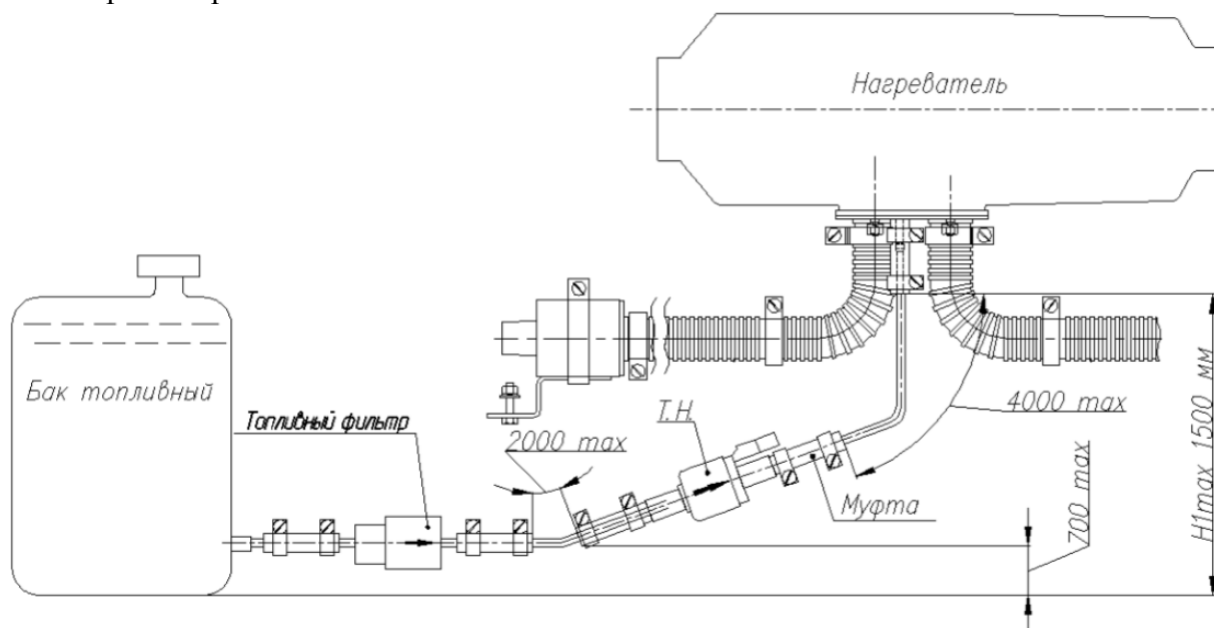
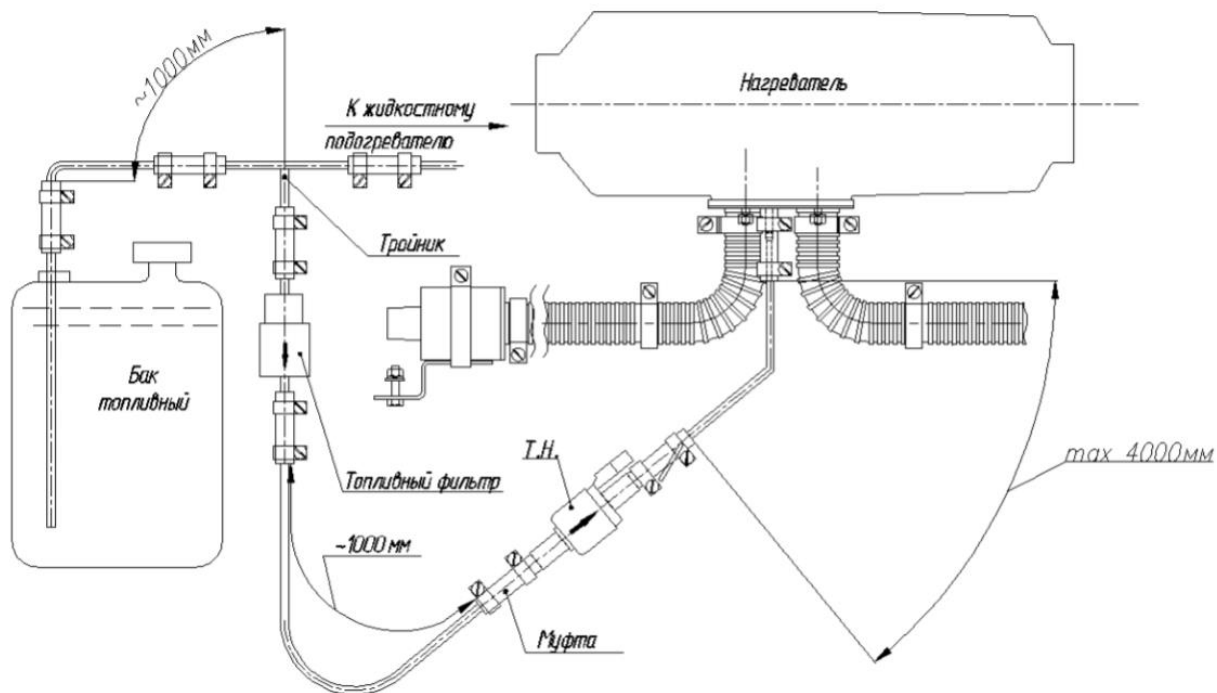

Рис.2 - Схема монтажа топливной системы отопителя с индивидуальным топливным баком
Рис.3 - Схема монтажа топливной системы отопителя в топливную систему жидкостного подогревателя
- топливную трубку нагревателя предпочтительней располагать выше максимального уровня топлива в топливном баке (см. рис.2, рис.3);
Схемы относительного расположения топливного бака, топливного насоса и нагревателя показаны на рис.2 и рис.3.